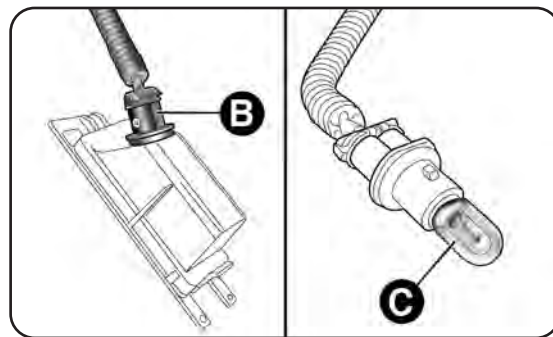

fig. 140
- gire el portalámpara B-fig. 140 hacia la derecha, extraiga la lámpara C y sustitúyala.